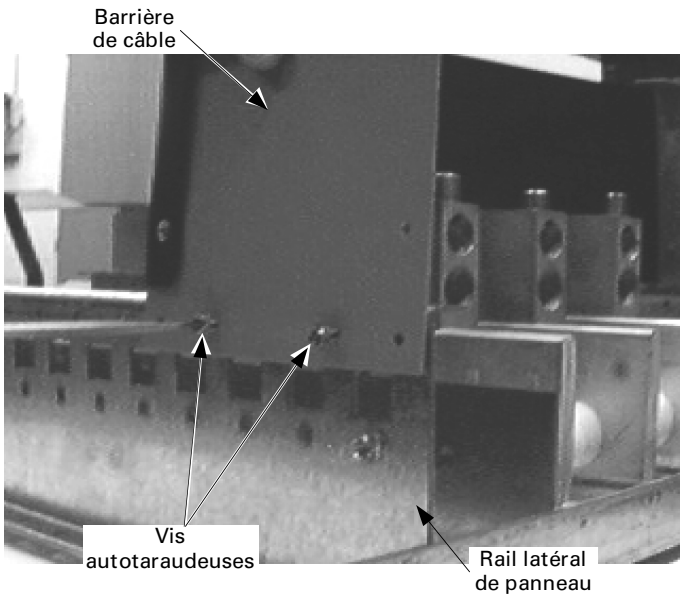

Figure 5. Installation des barrières de câble.
5. Installer les barrières de câble. Positionner le bord supérieur des barrières de câble avec les rails latéraux de panneau ou rails Z, tel qu'illustré à la Figure 5. Fixer les barrières de câble aux rails latéraux de panneau ou rails Z en utilisant les vis autotaraudeuses fournies.